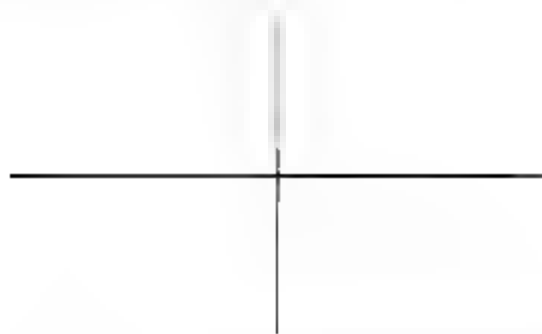

图3-13 水平与垂直构造线
- 水平(H)、垂直(V):选择【水平(H)】或【垂直(V)】选项,可以绘制水平和垂直的构造线,如图3-13所示。